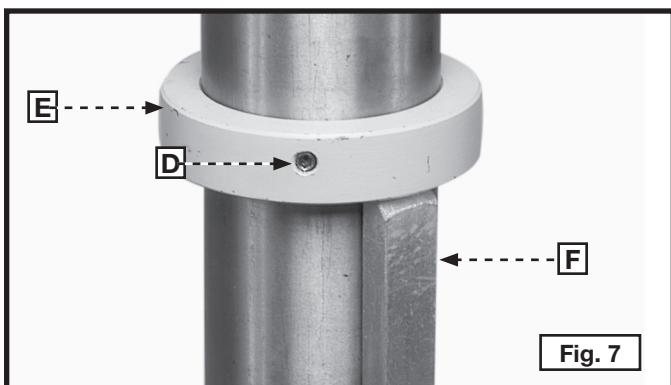

Fig. 7
- Instale el anillo (E) Fig. 7 que se quitó en el **PASO 1**.